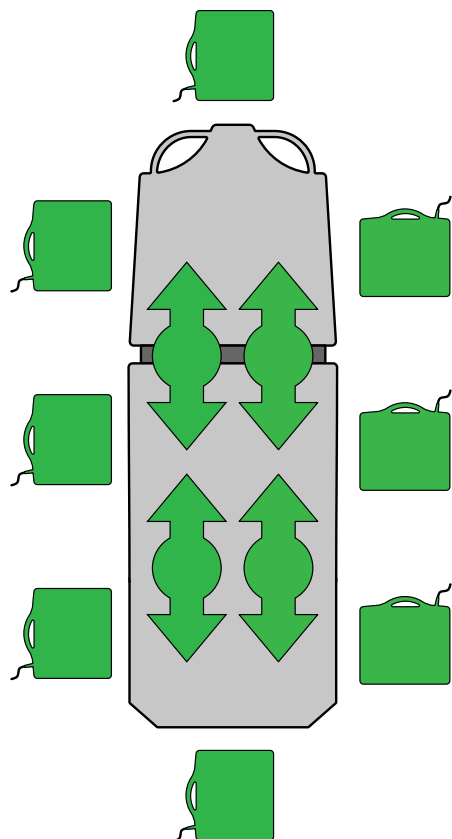

Figura 21 – Inserção ou remoção de cassetes de raios X
1. Centre o doente no produto com as etiquetas de indicação da posição situadas em todos os lados do produto (Figura 21).